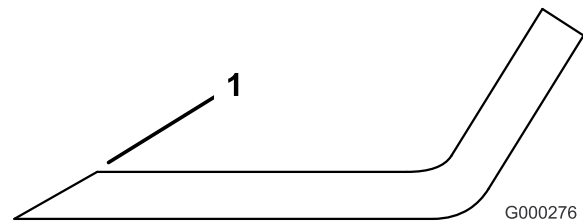

Bild 86
- Schärfen Sie die Schnittkante an beiden Enden des Schnittmessers mit einer Feile (Bild 86). Behalten Sie den ursprünglichen Winkel bei. Das Schnittmesser behält seine Auswuchtung bei, wenn von beiden Schnittkanten die gleiche Materialmenge entfernt wird.